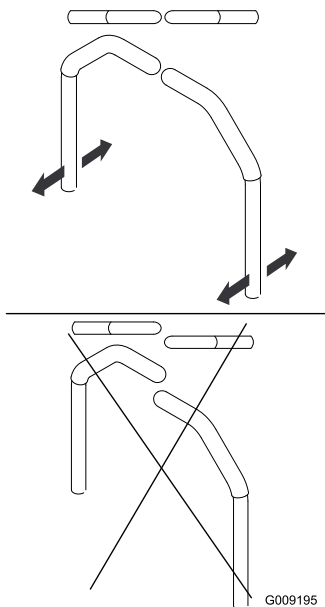

Figure 79
4. Réglez l'alignement avant/arrière des leviers en les plaçant tous deux à la position **POINT MORT**, puis faites-les coulisser jusqu'à ce qu'ils soient alignés, et serrez les boulons (Figure 79).